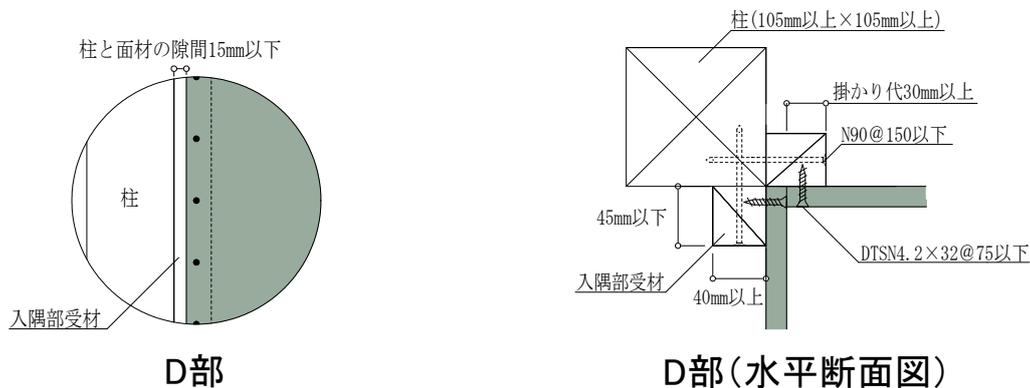

図7 床勝ち入隅仕様 (FRM-0738 : 2.8 倍) 施工概略図 (2P の場合)
施工においては、図7および注意事項に記載の内容を遵守してください。
- THHT ネクストは、原則1枚張りとします。縦継ぎ張りについては、P30「⑦縦継ぎ張りについて」をご確認ください。
- 図7は2Pの施工例となっておりますが、1Pの場合も耐力壁とできます。